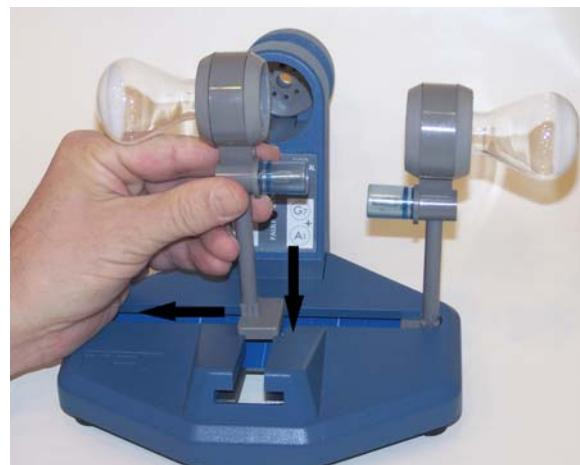

Fig. 2
- Introdurre entrambi i supporti nella fessura presente sul portatubo e spostare rispettivamente tutto a destra e tutto a sinistra (v. Fig. 2).